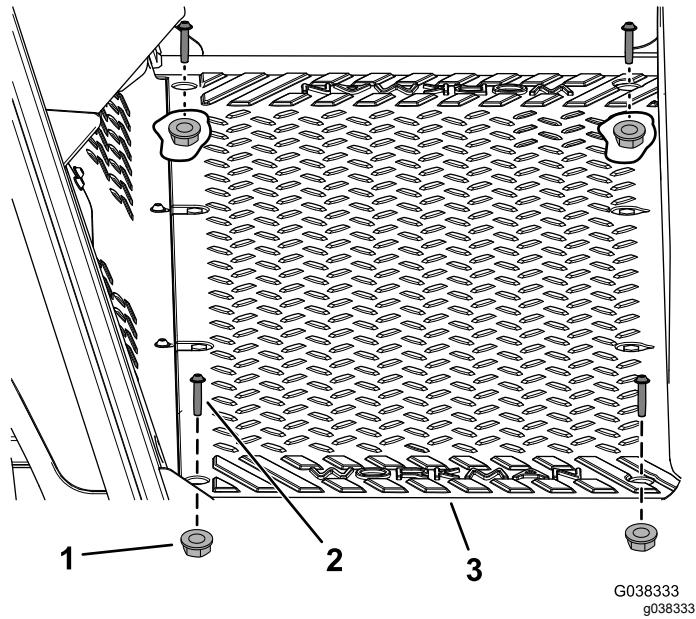

Figure 2
- Retirez les 4 vis (1/4 x 1 1/4 po) et les écrous (1/4 po) du panneau de plancher (Figure 2).
- Mettez en place les 4 vis (1/4 x 1 1/4 po) et les écrous (1/4 po) retirés précédemment dans le panneau de plancher (Figure 2).